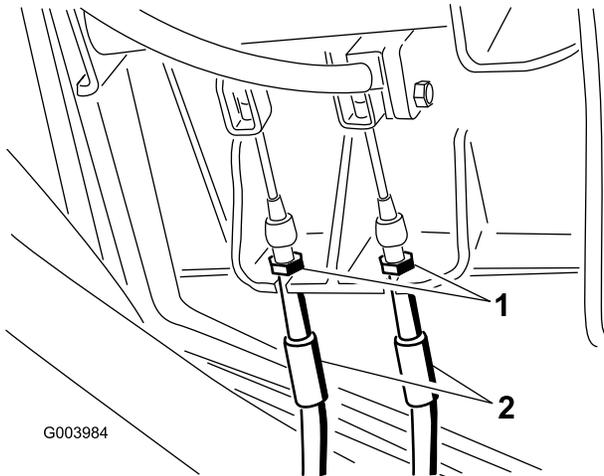

図 73
1. 遊びを減らす（ブレーキを締める）には、ブレーキ・ケーブルのネジ山の前ナットをゆるめ、後ろのナットを締める（図 73）。